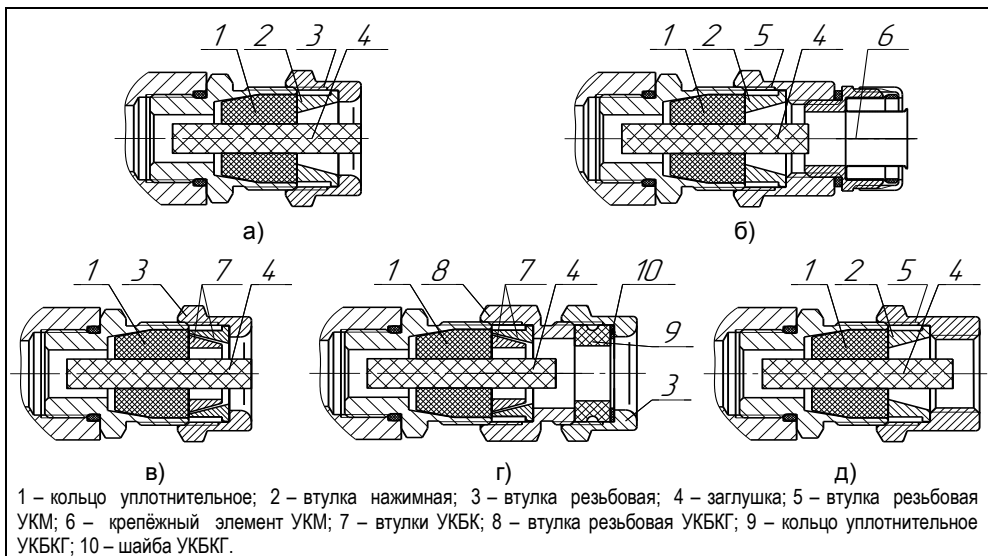

Рисунок 3 – Элементы кабельных вводов:
1.4.3 Корпус изготавливается с кабельными вводами D12 и D18 (см.рисунок 3). Кабельные вводы крепятся к корпусу с помощью резьбовых соединений.
Кабельные вводы, изготавливаемые по умолчанию, (см. рисунок 3, а) содержат кольцо уплотнительное 1, втулку нажимную 2, втулку резьбовую 3, заглушку 4.
Варианты исполнения кабельных вводов с устройством крепления металлорукава содержат втулку резьбовую 5 с резьбой под крепёжный элемент 6, в котором фиксируется металлорукав (см. рисунок 3, б). Кабельный ввод **D12** имеет варианты исполнения **УКМ10**, **УКМ12**, **УКМ15** и **УКМ20** для крепления металлорукава с внутренним диаметром 10, 12, 15 и 20 мм соответственно. Кабельный ввод **D18** имеет вариант исполнения **УКМ20** и **УКМ25** для крепления металлорукава с внутренним диаметром 20 и 25 мм соответственно.
Варианты исполнения кабельных вводов с устройством крепления бронированного кабеля содержат втулки 7 (см. рисунок 3, в). Фиксация брони кабеля осуществляется между втулками 7 при наворачивании втулки резьбовой 3. Кабельный ввод **D12** имеет вариант исполнения **УКБК16** для крепления бронированного кабеля с наружным диаметром до 16 мм. Кабельный ввод **D18** имеет вариант исполнения **УКБК21** для крепления бронированного кабеля с наружным диаметром до 21 мм. Варианты УКБК обеспечивают надежное электрическое соединение брони кабеля с корпусом преобразователя.
Варианты исполнения кабельных вводов с герметизированным устройством крепления бронированного кабеля (см. рисунок 3, г) содержат втулки 7 для фиксации брони кабеля при наворачивании втулки резьбовой 8, а также кольцо уплотнительное 9, шайбу 10 и втулку резьбовую 3 для герметизации по оболочке кабеля. Данный вариант кабельного ввода комплектуется двумя кольцами уплотнительными 9. Одно кольцо устанавливается в кабельный ввод, другое прикладывается. Каждое кольцо имеет свой
Варианты исполнения кабельных вводов с устройством крепления трубы содержат втулку резьбовую 5 с внутренней резьбой под крепление трубы (см. рисунок 3, д). Кабельный ввод **D12** имеет вариант исполнения **УКТ1/2** для крепления трубы с наружной резьбой G 1/2. Кабельный ввод **D18** имеет вариант исполнения **УКТ3/4** для крепления трубы с наружной резьбой G 3/4.